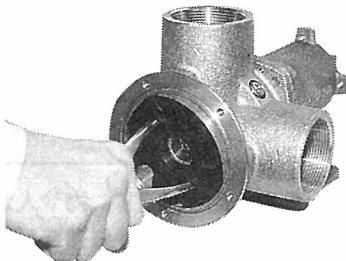

図2
2. ブライヤー又はペンチにてインプラーを引き出します。(図2参照)